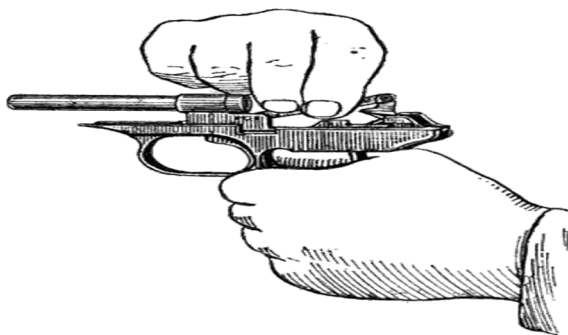

Рис. 14. Отделение спусковой тяги с рычагом взвода от рамки
5. Отделить спусковую тягу с рычагом взвода от рамки. Удерживая рамку в левой руке, правой рукой приподнять задний конец спусковой тяги (рис. 14) и вывести цапфу из отверстия спускового крючка.